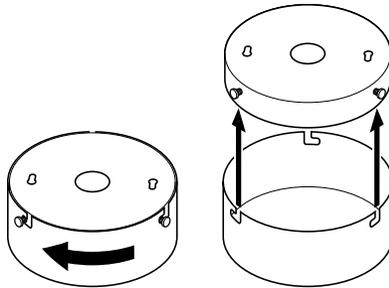

Figura 8j - Removendo a carcaça superior do kit de iluminação (montagem por travamento)
1. Remova a carcaça superior do conjunto do kit de iluminação afrouxando os três parafusos laterais e girando o fundo da carcaça do kit de iluminação no sentido anti-horário conforme mostrado na Figura 8j.